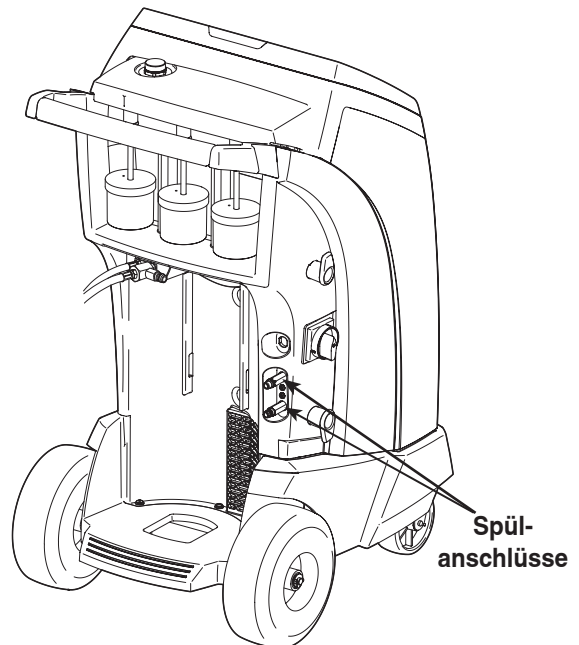

Abbildung 8
1. Die Serviceschläuche an die Spülanschlüsse des Geräts anschließen (siehe Abbildung 8).